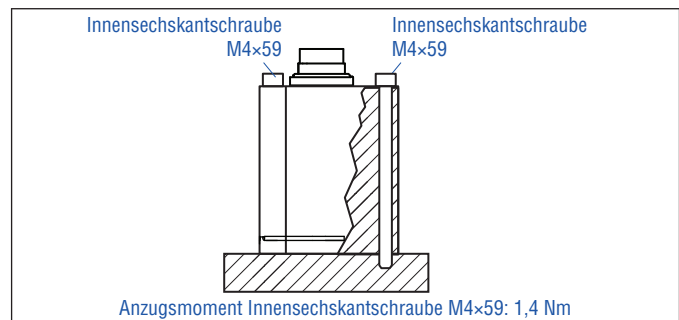

Abb. 21: Befestigung mittels Innensechskant-Schrauben M4x59
- Montieren Sie das Sensorelektronikgehäuse über die 3 Innensechskantschrauben M4x59 aus unmagnetischem Material. Anzugsmoment: 1,4 Nm (Abb. 21). Sichern Sie die Schrauben vor dem Wiedereinbau, z.B. mit Loctite 243.
- Montieren Sie das Sensorelektronikgehäuse über 3 Innensechskantschrauben M4x59 aus unmagnetischem Material. Anzugsmoment: 1,4 Nm (Abb. 21). Sichern Sie die Schrauben vor dem Wiedereinbau, z.B. mit Loctite 243.